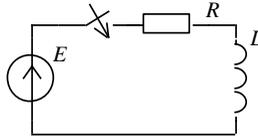

Рис. 4.2
2.2. Для схемы (рис. 4.2) найти напряжения на элементах R и L и начертить их графики. Определить постоянную времени цепи  $\tau$ . При расчетах принять  $R = 1 \text{ кОм}$ ,  $E = 2 \text{ В}$ .